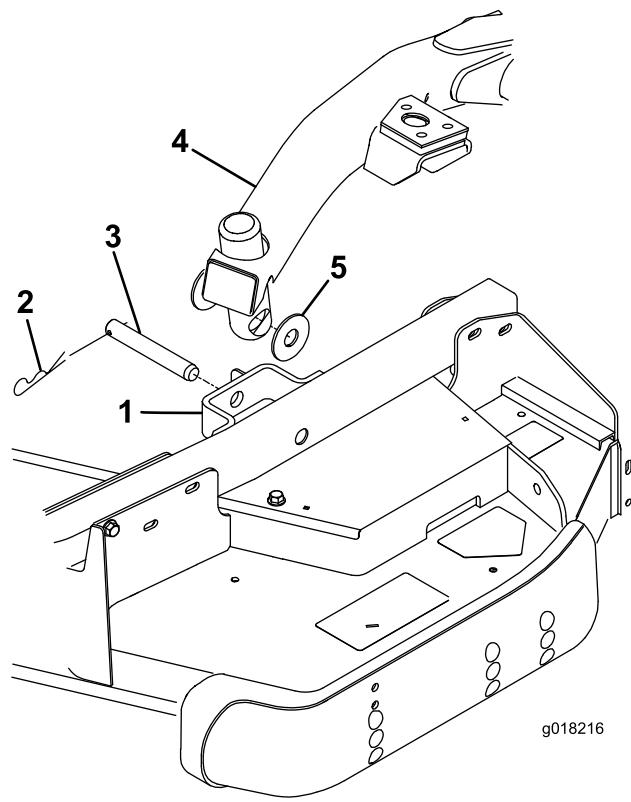

図 4
- カッティングユニットについている各キャスター・アーム・ブラケットから、スラストワッシャ2枚、クレビスピン1本、ヘアピンコッター1本を取る（図 4）。
- 昇降スイッチを前位置（フロート位置）にセットする。昇降レバーを押し下げて、昇降アームの穴とキャスター・アーム・ブラケットの穴とを整列させる（図 4）。
- スラストワッシャ（2枚）、クレビスピン、ヘアピンコッターを使って、昇降アームをキャスター・アームに固定する。スラストワッシャは昇降アームとキャスター・アーム・ブラケットの間に入れる（図 4）コッターピンを、キャスター・アーム・タブのスロットに差し込んで固定する。